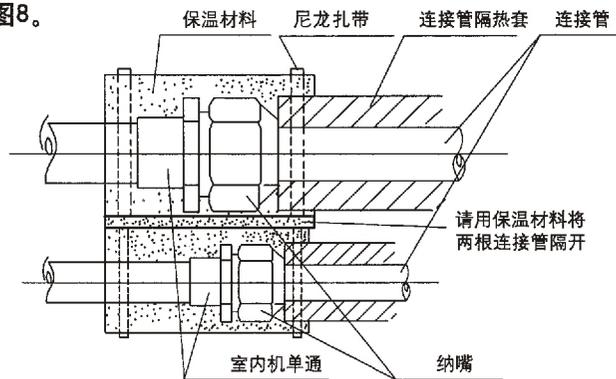

图 8
3 管道安装后用附件①保温材料包住所有扩口管连接部分，并用附件⑩尼龙扎带固定，如图 8。